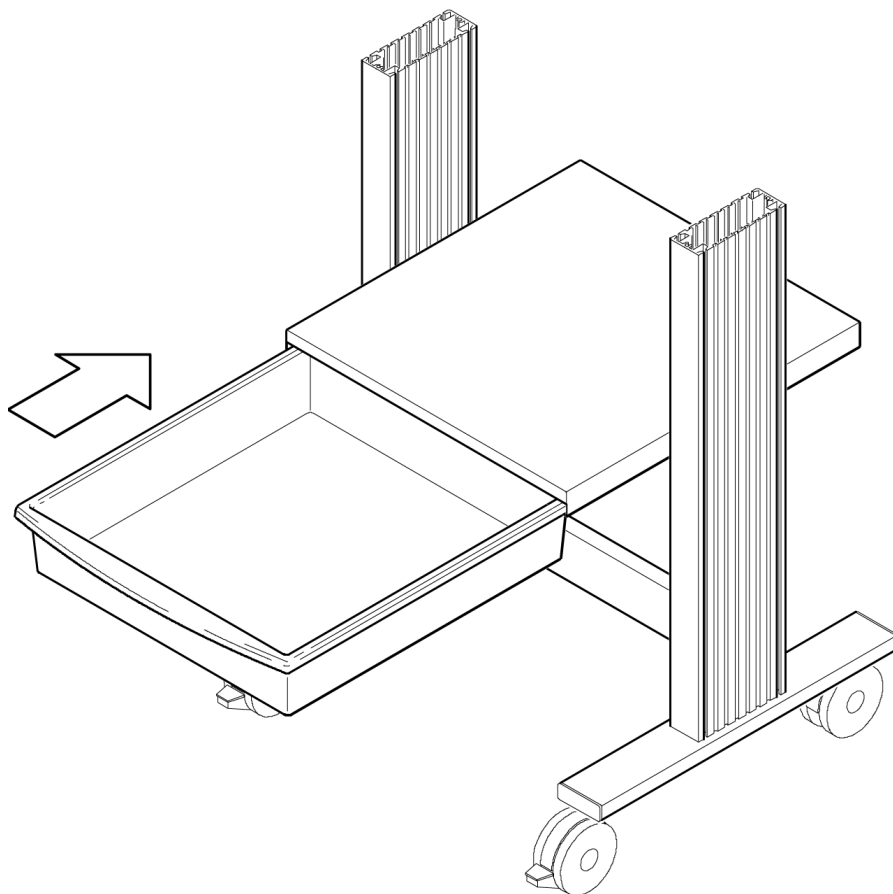

図 8: 引出しの取り付け
3. 図 8 に示す位置まで棚板を下にスライドさせます（棚板を止める位置は、脚部アセンブリの内側に薄くマーキングしてあります）。棚板をスライドさせるときに、塗装を傷つけないように、ゆっくりとおろしていきます。水準器を使って、棚板が水平であることを確認します。
5. 図 8 に示すように、引出しを棚板の下にスライドさせます。引出しの端が丸みを帯びた方が台車の前方向になります。引出しが止まるまで棚板の下にスライドさせます。